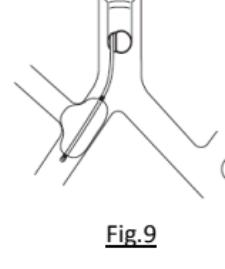

Fig.9
- For høyre torakotomi, plasser du og blåser opp blokkeringsmansjetten slik at den lett hernieres i øvre flik av bronkien. Dette vil bidra til å fiksere blokkeringsmansjetten på plass og blokkere den høyre hovedstammens bronkie sikkert (Fig. 9).